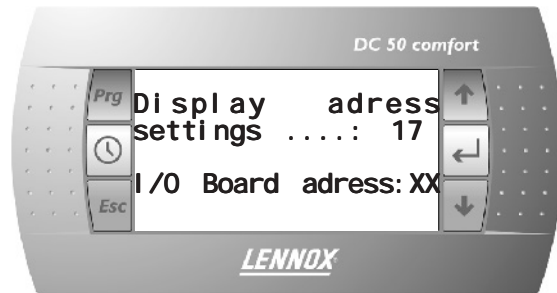

Fig. 30
**NOTA:** Para acceder al menú de direcciones de placa debe ir directamente a la parte inferior de la primera pantalla (tal y como se muestra en la **fig. 30**) sin cambiar la dirección de terminal según se ha explicado anteriormente.
- Pulse la tecla hasta que el cursor se desplace al campo "I/O Board address :XX". **Fig. 30**